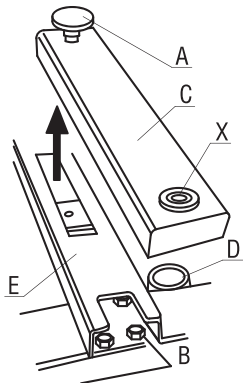

Рисунок 4. Сборка 9.67
1. Снимите ручку-удлиннитель (рис. 4,С) с главной опоры при помощи кнопки (А) и снимите ручку.
4. Завинтите соответствующие подхваты к концу ручки-удлиннителя на точке (Х) и положите неиспользованные подхваты в место их хранения (D).